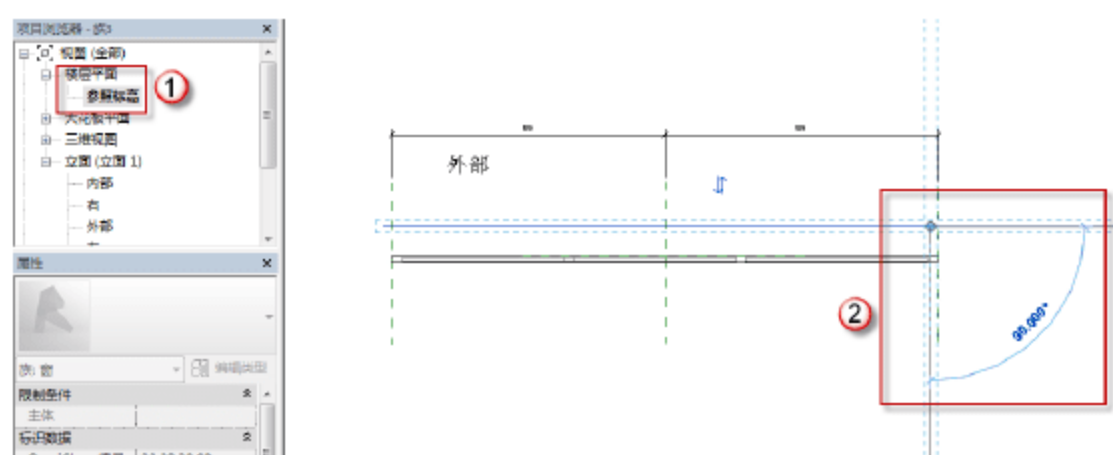
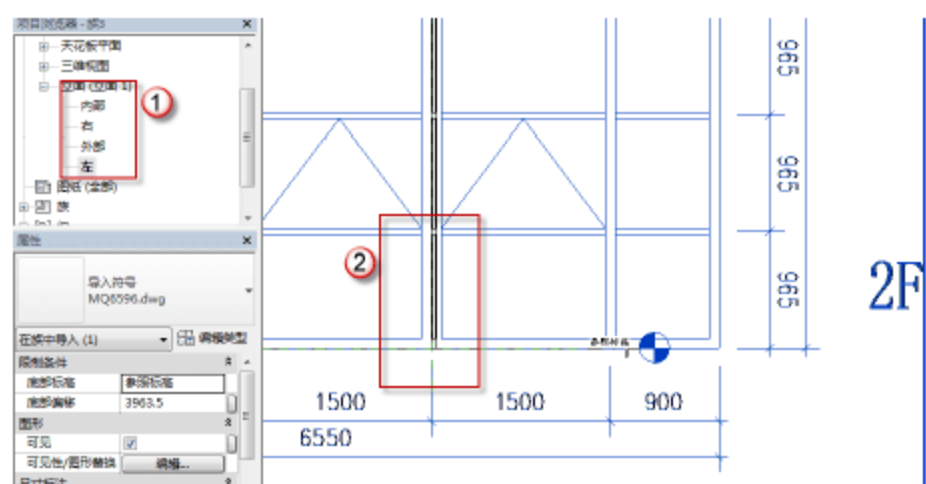

图 7.2.14 旋转 CAD 图
图 7.2.15 调整转角处 CAD 位置
(13) 绘制转角后的幕墙户。选择“项目浏览器”中的“楼层平面”→“参照标高”选项，进入幕墙的参照标高视图，选择绿色的 CAD 图元，按快捷键 R+O 将其顺时针旋转 90°，如图 7.2.14 所示。然后将 CAD 图形移动至绘制好的幕墙的右侧，选择“项目浏览器”中的“立面（立面 1）”→“左”选项，进入 MQ6596 的左部立面视图，将 CAD 图调整到如图 7.2.15 所示位置。